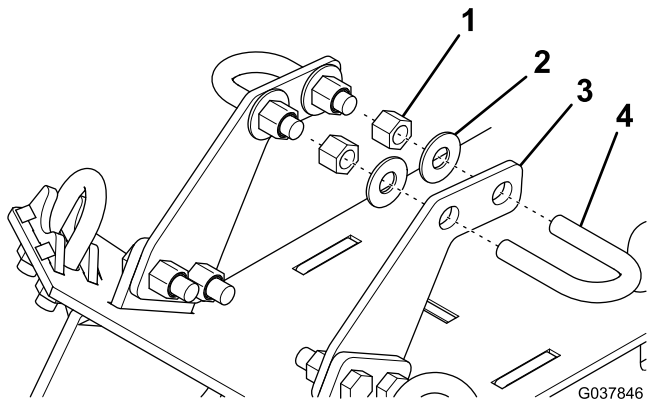

Figura 3
10. Sujete los soportes delanteros al tubo del bastidor vertical debajo del montaje del cabrestante con 2 pernos en U finos, 4 arandelas y 4 contratuercas, y apriete los pernos manualmente (Figura 3).